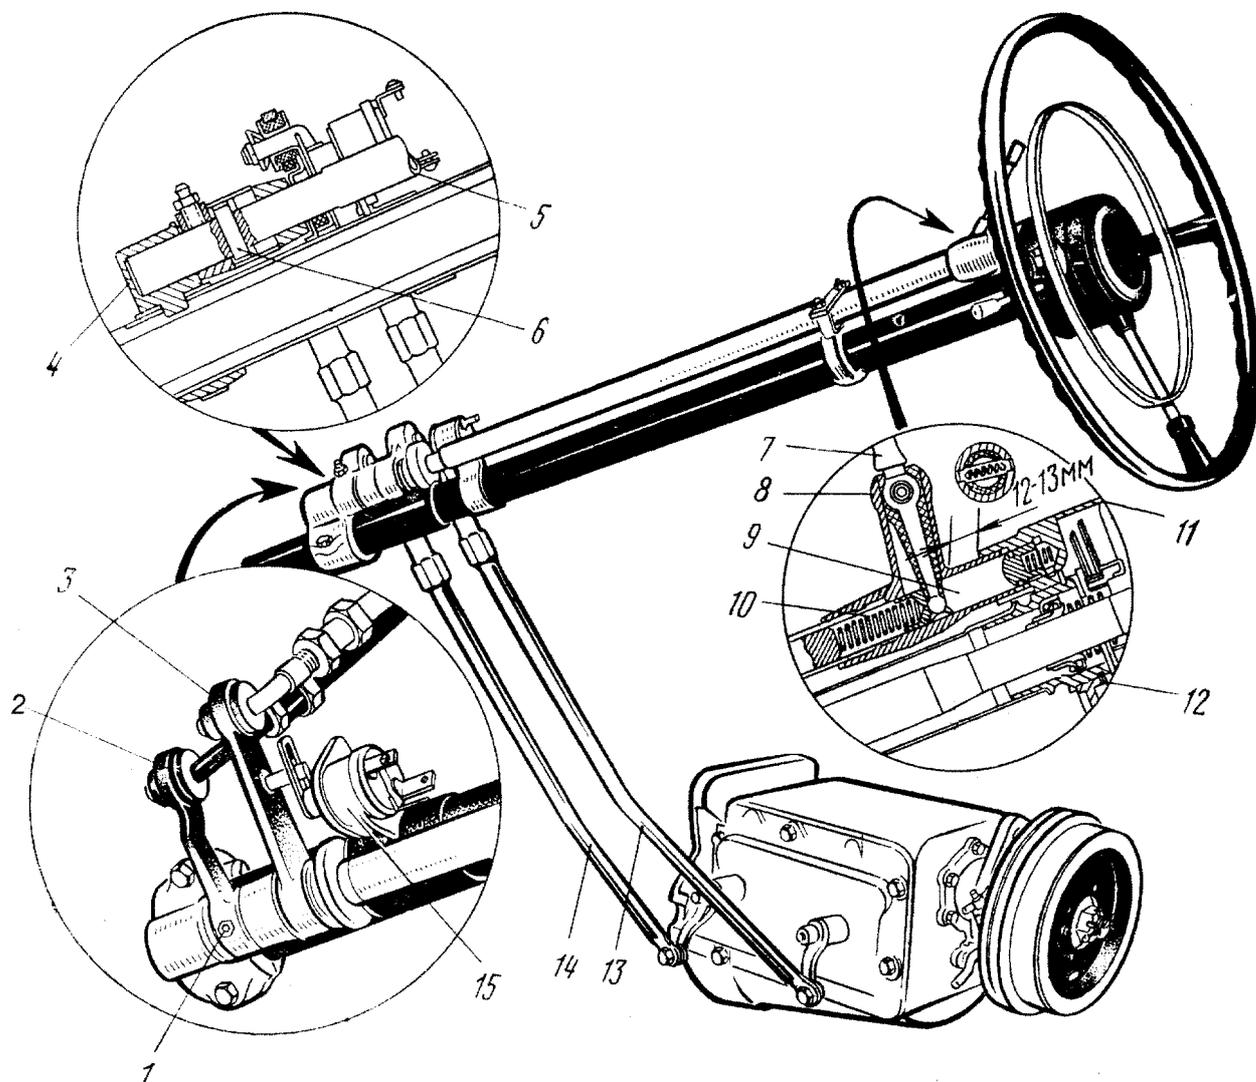

Рис. 88. Привод механизма переключения передач:
**Привод управления коробкой передач** (рис. 88) состоит из двух тяг, соединяющих рычаги 2 и 3 с рычагами переключения передач на коробке. Рычаги 2 и 3 свободно насажены на валу 5. Рычаг 2 включает вторую и третью передачи, а рычаг 3 — первую передачу и задний ход. Рычаги 2 и 3 соединяются с валом 5 штифтом 6, который при перемещении вала 5 входит поочередно в пазы головок рычагов. Включение той или иной передачи осуществляется поворотом вала 5.